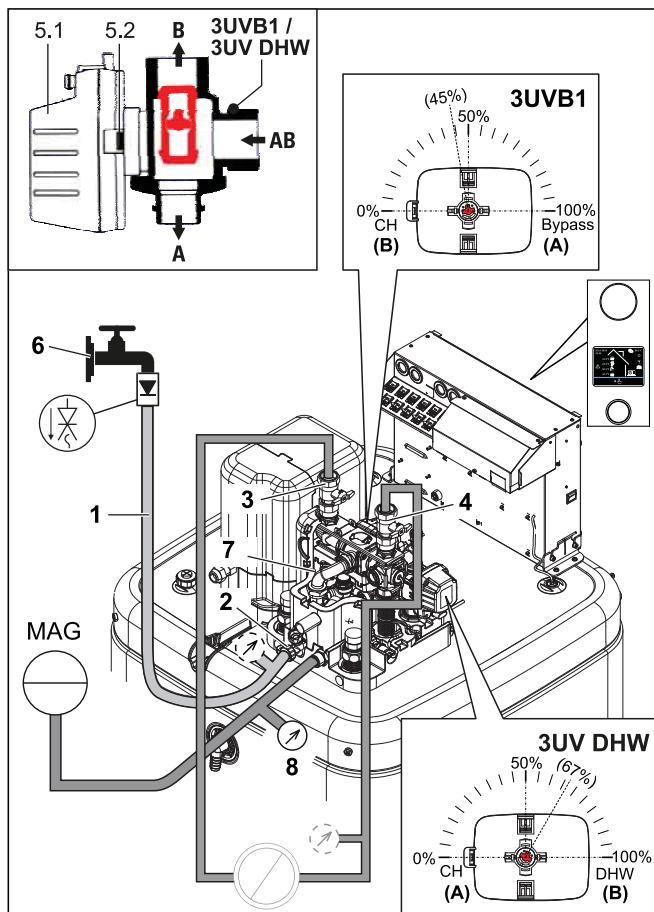

Bild 7-2 Heizungskreislauf befüllen
- 1 Füllschlauch (Bild 7-2, Pos. 1) mit Rückflussverhinderer (1/2") und einem externen Manometer (bauseitig) an den KFE-Hahn (Bild 7-2, Pos. 2) anschließen und gegen Abrutschen mit einer Schlauchschelle sichern.
- 3 Wasserhahn (Bild 7-2, Pos. 4) der Zuleitung öffnen.
- 4 KFE-Hahn (Bild 7-2, Pos. 2) öffnen und Manometer beobachten.
- 7 Wasserhahn (Bild 7-2, Pos. 4) schließen. KFE-Hahn muss offen bleiben, um den Wasserdruk am externen Manometer ablesen zu können.
- 10 Während des Warmwasserheizbetriebs ständig den Wasserdruk am externen Manometer prüfen und gegebenenfalls Wasser über den KFE-Hahn (Bild 7-2, Pos. 2) nachfüllen.
- 12 Wasserdruk am externen Manometer erneut prüfen und gegebenenfalls Wasser über den KFE-Hahn (Bild 7-2, Pos. 2) nachfüllen.
- 13 Füllschlauch (Bild 7-2, Pos. 1) mit Rückflussverhinderer vom KFE-Hahn (Bild 7-2, Pos. 2) entfernen.
Tab. 7-2 Legende zu Bild 7-2